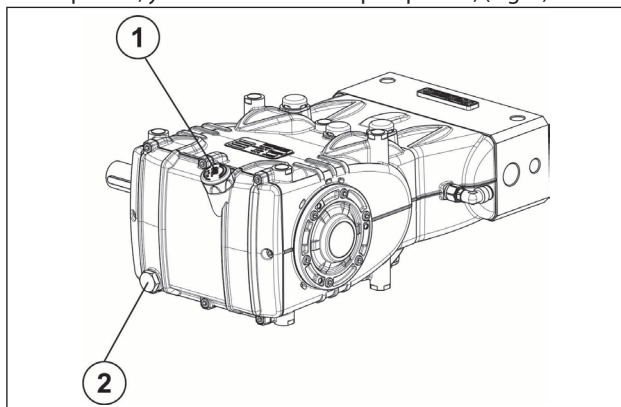

Fig. 1
Las operaciones de reparación de la parte mecánica deben ser realizadas después de haber retirado todo el aceite del cárter. Para eliminar el aceite es necesario retirar: la varilla de nivel de aceite pos. ①, y a continuación el tapón pos. ②, (Fig. 1).